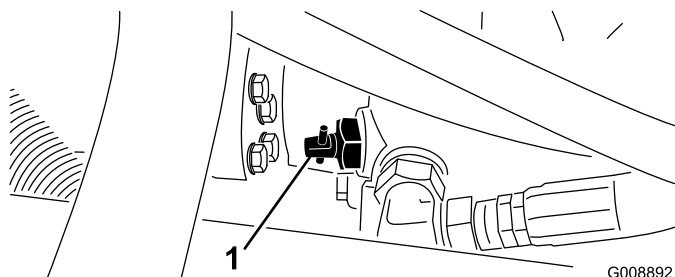

Figura 31
1. Girate la valvola di bypass, sulla pompa (Figura 31) a 90°.